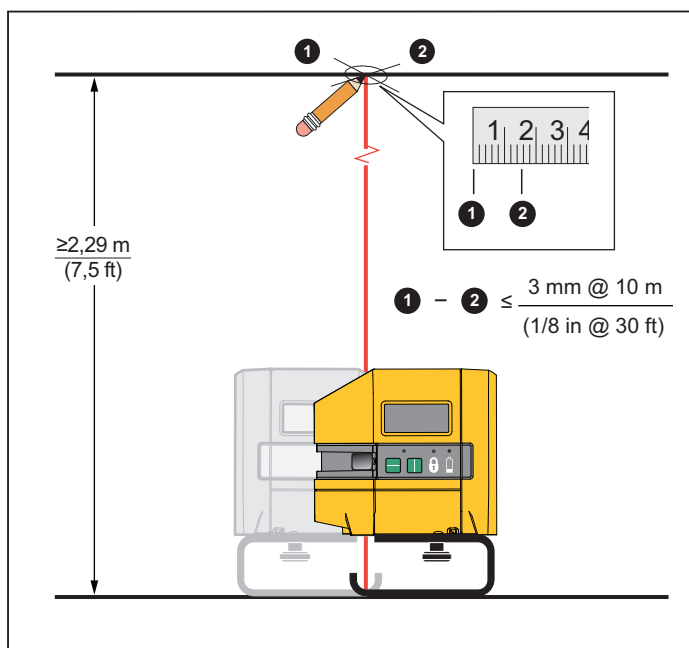

Figura 10. Precisione del livellamento verticale
3. Centrare il laser verticale verso il basso su entrambi gli assi della croce apposta. Vedere la figura 10.